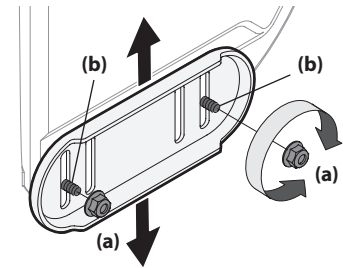

Figure 2-49
1. Ajustez les patins en desserrant les contre-écrous à embase (a), rondelles (si équipé) et les boulons ordinaires (b). Placez les patins à la position voulue. Voir Figure 2-49.
NOTE : Les patins sur votre souffleuse à neige peuvent être différents de ceux illustrés sur la Figure 2-49.
Positionnez les patins en fonction de la surface de travail. Redressez-les si la neige est tassée et abaissez-les pour travailler sur des surfaces recouvertes de gravier ou de pierre concassée. Consultez la section Réglage des patins à la page 13 Figure 2-49.